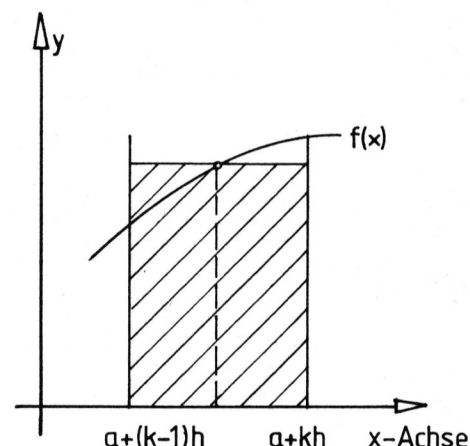

Abb.1b
b) Man bildet ein Rechteck der Länge  $f(a+h(2k-1)/2)$  und der Breite  $h$ ; bekannt als Mittelpunktsregel. (Abb. 1b), Formel 2.